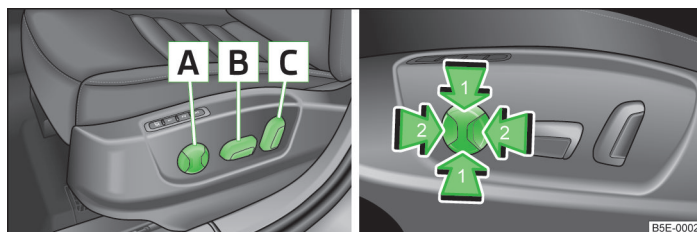
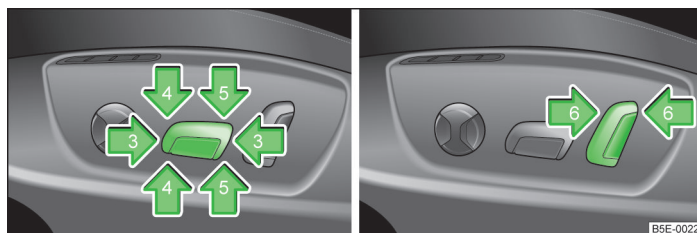

Fig. 45 Elemente de comandă pentru reglarea electrică I a scaunelor
Fig. 46 Elemente de comandă pentru reglarea electrică II a scaunelor
► Apăsăți comutatorul **B** » fig. 45 în sensul uneia dintre săgețile 3 » fig. 46.
► Apăsăți comutatorul **B** » fig. 45 în sensul uneia dintre săgețile 5 » fig. 46.
► Apăsăți comutatorul **B** » fig. 45 în sensul uneia dintre săgețile 4 » fig. 46.
► Apăsăți comutatorul **C** » fig. 45 în sensul uneia dintre săgețile 6 » fig. 46. ▶
➤ Apăsăți comutatorul **A** » fig. 45 în zona uneia dintre săgețile 2.
➤ Apăsăți comutatorul **A** » fig. 45 în zona uneia dintre săgețile 1.